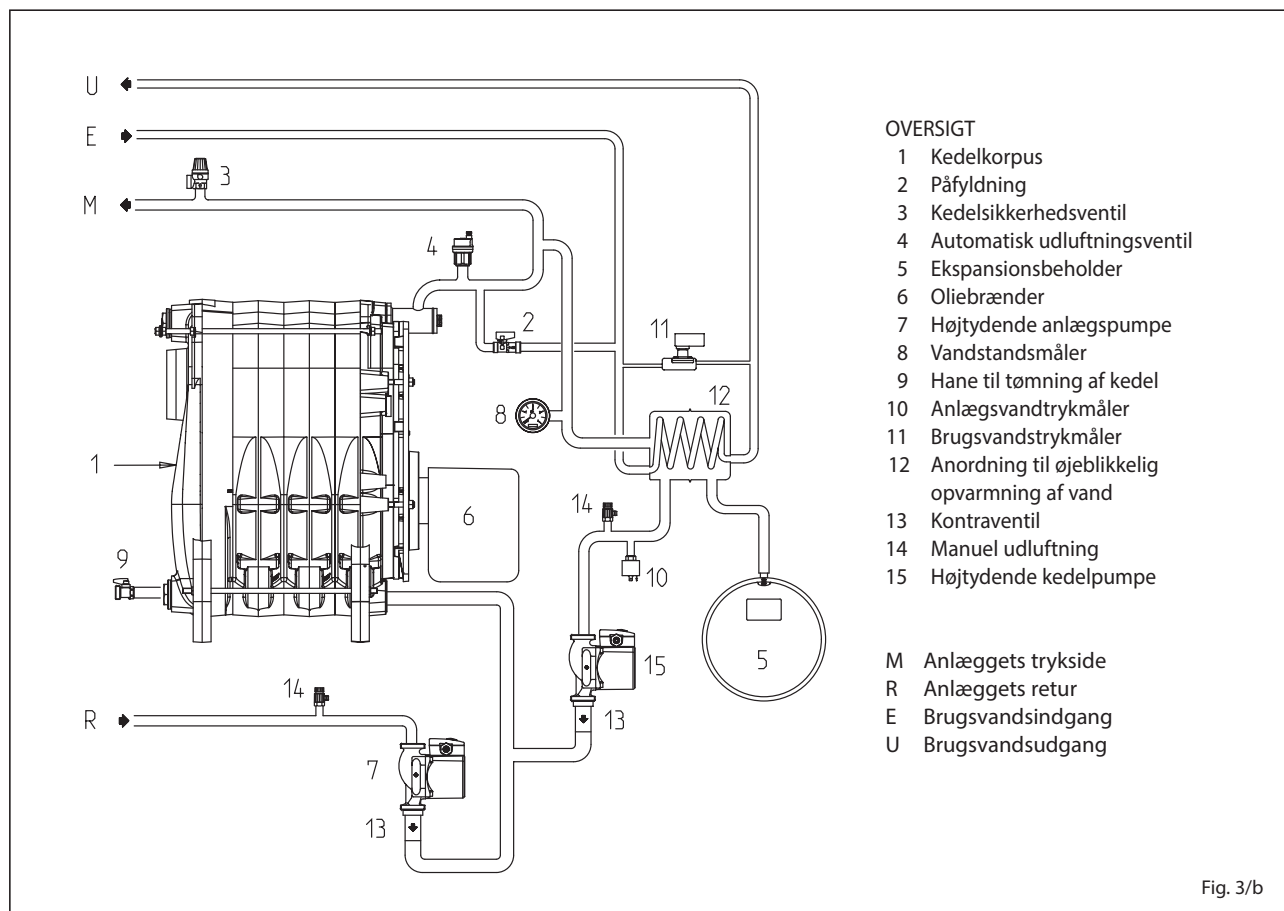

Fig. 3/b
1.5.1 Version "SOLO 25-35 ErP LN" (fig. 3)
1.5.2 Version "DUETTO 25 ErP LN" (fig. 3/a)
1.5.3 Version "DUETTO 35 ErP LN" (fig. 3/a)